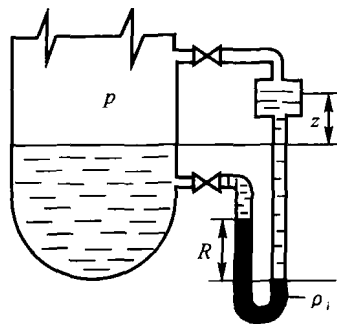

图1-4 液位测量
(3) 液位测量:如图1-4所示,U形压差计两端分别与设备及平衡室相连,平衡室内液体与设备内液体相同,则压差计读数 $R$ 即可指示出容器内的液面高度 $z$ 。其关系为